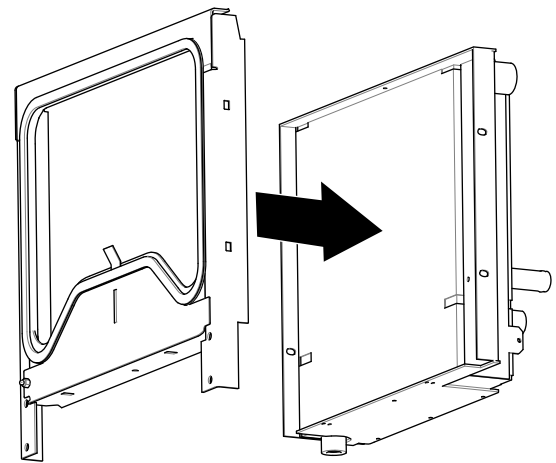

Bild 26
- Richten Sie die Bohrungen im Befestigungsrahmen auf die Bohrungen im Kühler/Ölkühler aus (Bild 26).